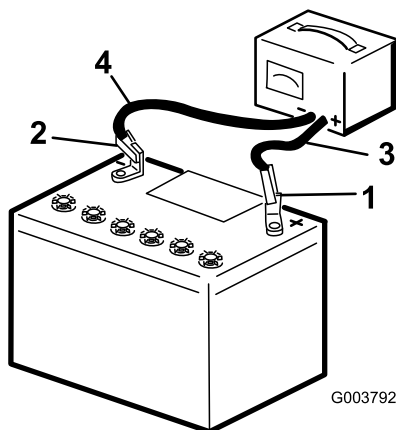

Рисунок 60
3. Подсоедините положительный провод зарядного устройства к положительному штырю аккумулятора (Рисунок 60).
- Подсоедините отрицательный провод зарядного устройства к отрицательному штырю аккумуляторной батареи (Рисунок 60).
- После полной зарядки аккумулятора отсоедините зарядное устройство от источника электропитания и штырей аккумулятора (Рисунок 60).